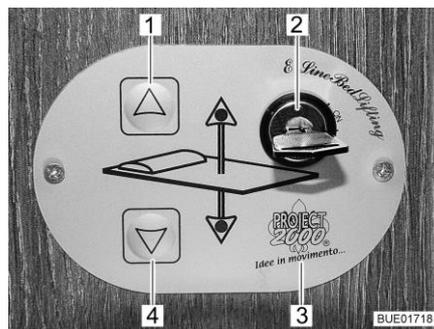

Fig. 77 Commande
Les touches (Fig. 77,1 et 4) sur l'unité de commande (Fig. 77,3) permettent d'abaisser ou de relever le lit escamotable. L'interrupteur à clé (Fig. 77,2) permet de protéger l'unité de commande contre toute utilisation non autorisée.
- Tourner la clé de 90° dans le sens des aiguilles d'une montre dans l'interrupteur à clé (Fig. 77,2) sur la position "On". L'unité de commande (Fig. 77,3) est activée.
- Appuyer sur la touche fléchée (Fig. 77,4) et la maintenir pressée jusqu'à ce que le lit escamotable ait atteint la position désirée vers le bas.
- Appuyer sur la touche fléchée (Fig. 77,1) et la maintenir pressée jusqu'à ce que le lit escamotable ait atteint sa position finale supérieure.
S'il n'est plus possible de déplacer le lit escamotable avec les touches fléchées (Fig. 77,1 et 4), contrôler d'abord les fusibles (voir paragraphe 9.1.1.1). Si les fusibles ne sont pas défectueux mais qu'il n'est toujours pas possible de déplacer le lit escamotable, ce dernier peut l'être manuellement.